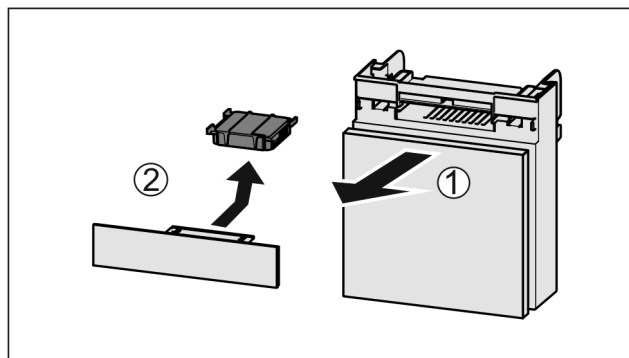

Fig. 56
- Вытянуть Fig. 56 (1) отделение движением вперед.
- Извлечение Fig. 56 (2) фильтра с активированным углем.